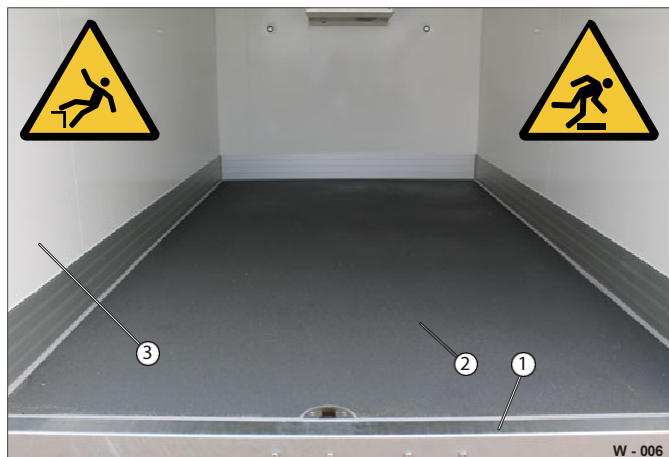

Fig. 21 Adgang til det indre
Gulvet (fig. 21/2), de indvendige vægge (fig. 21/3) og eventuelt taget skal rengøres grundigt regelmæssigt for at forhindre forurening/smuds - minimer risikoen for forurening.
- Tør gulvet (fig. 21/2) og de indvendige vægge (fig. 21/3) og om nødvendigt taget af med en fugtig klud.
- Kontrollér portalrammen (fig. 21/1) for rust - behandl om nødvendigt med rustbeskyttelsesmiddel eller rengøringsmiddel til rustfrit stål.